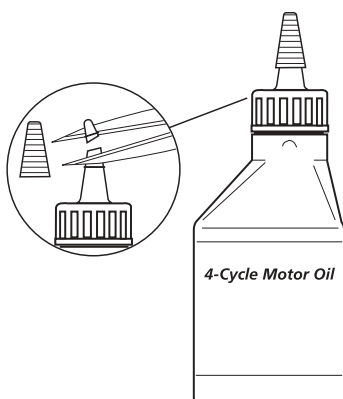

Fig. 16
Su unidad trae una botella de aceite SAE 30 SF, SG, SH de 3.4 onzas fluidas (100 ml.) (Fig. 16).
1. Desenrosque la tapa de la botella de aceite y retire el sello de papel que cubre la apertura. Vuelva a colocar la tapa. Corte la punta de la boquilla del embudo (Fig. 16).